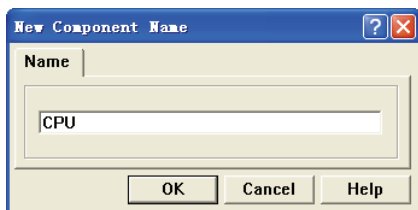

图 3-17 原理图符号别名对话框
(1) 执行该命令后，弹出如图 3-17 所示的对话框，在 “Name” 文本框中输入要添加的原理图别名。